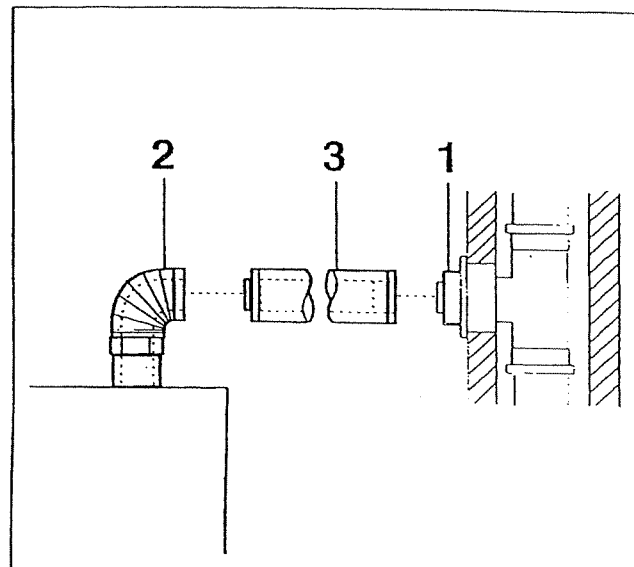

Fig. 10 Collegamento al camino LA
- ◆ Montare il pezzo di raccordo al camino LA (Fig. 10, punto 1).
- ◆ Svitare il tronchetto di scarico dalla U104 WG / WKG ed unirli al raccordo caldaia (Fig. 10, punto 2).
- ◆ Collegare al camino LA e, allo stesso tempo, avvitare alla U104 WG / WKG, i tre raccordi uniti tra loro. Se necessario, inserire altri tubi concentrici (Fig. 10, punto 3).